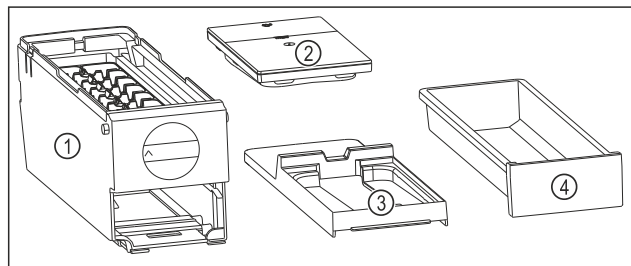

Fig. 244 Sastavni dijelovi sustava EasyTwist-Ice
- EasyTwist-Ice je rastavljen u četiri dijela. (pogledajte Fig. 244)
- Sustav EasyTwist-Ice rastavite samo u dijelove prikazane slikom. (pogledajte Fig. 244)
- Tijelo sustava EasyTwist-Ice Fig. 244 (1) čistite kao cjelinu.